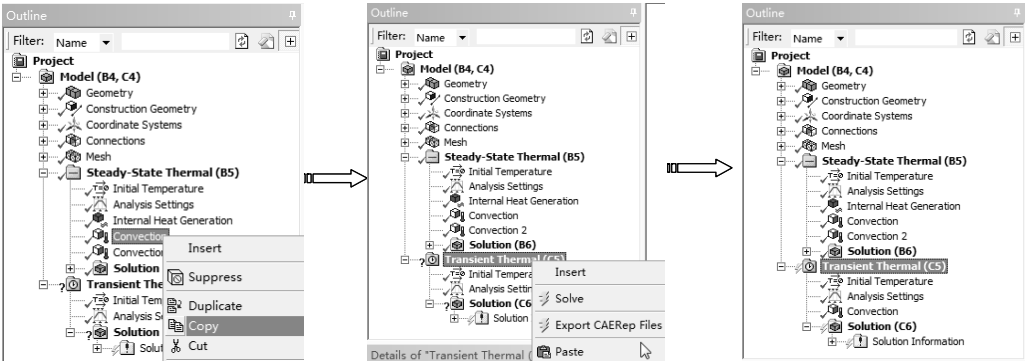

图 11-56 复制 Convection 边界条件
1) 在【Steady-State Thermal (B5)】下选择【Convection】节点，单击鼠标右键，在弹出的快捷菜单中选择【Copy】命令，然后选中【Transient Thermal (C5)】节点，单击鼠标右键，在弹出的快捷菜单中选择【Paste】命令，复制 Convection 边界条件，如图 11-56 所示。